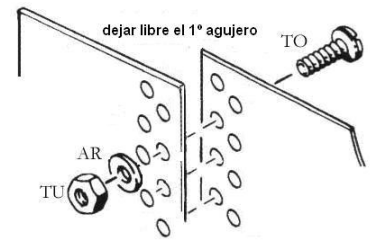

fig. 15
- c) Empezar a desenrollar la pared colocándola en la guía interior del perfil inferior azul curvado (PCA) (fig. 15). El principio de la pared, donde están los agujeros de los tornillos, debe de colocarse sobre la placa base y en el centro de esta (de esta forma cuando cerremos el círculo y pongamos los tornillos, estos quedarán ocultos por la columna (fig. 15).